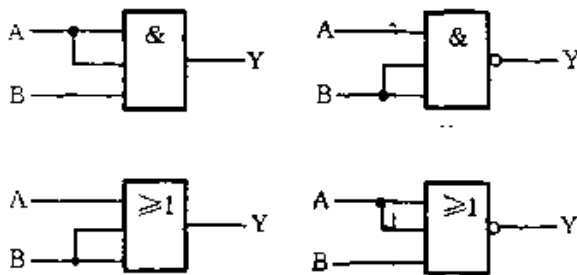

图 3-49
⑤ 对于与门、与非门、或门、或非门多余的输入端,还可将其与使用中的输入端并接在一起,如图 3-49 所示,也能保证其正常的逻辑功能。